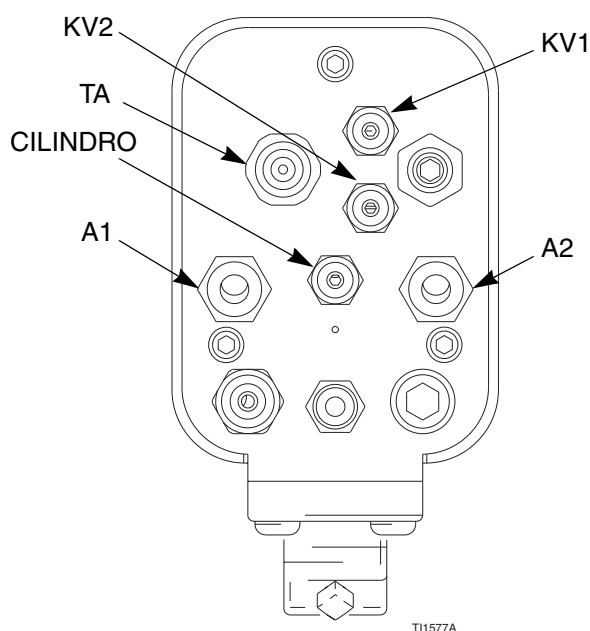

Fig. 12. Conexiones de aire del colector
4. Utilice el regulador de presión de aire de la línea de alimentación del aire de atomización (A1) para ajustar el grado de atomización. Vea Fig. 12. Por ejemplo, para un caudal de fluido de 0,3 litros/min (10 onzas por min), una presión de atomización típica en el colector de la pistola estaría entre 1,4–2,1 bar (0,14–0,21 Mpa)
2. Dispare la pistola, y después abra el suministro de aire a la turbina (TA). Vea Fig. 12.
1. Aplique una presión de aire de 3,5 bar (0,35 Mpa) como mínimo en el racor de conexión de aire del cilindro (CIL) para activar la secuencia de encendido/apagado del aire de atomización (A1), del aire del abanico (A2), y del fluido (P1). Vea Fig. 12.
2. Active y desactive las funciones de la pistola utilizando las válvulas solenoides de aire en el cilindro (CIL) y las líneas de suministro de aire de la turbina (TA).